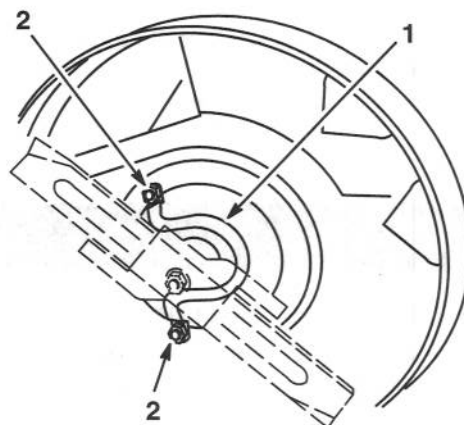

Figure 17
4. Modèles autopropulsés seulement—Retirer les deux boulons fixant le guide de courroie sur le dessous du carter de la tondeuse (Fig. 17). Le guide de courroie doit être retiré pour accéder au bouchon de vidange.